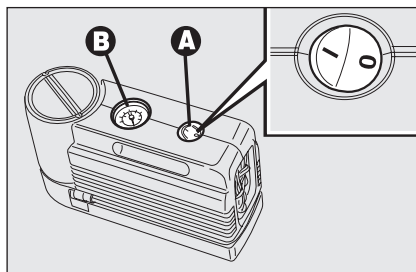
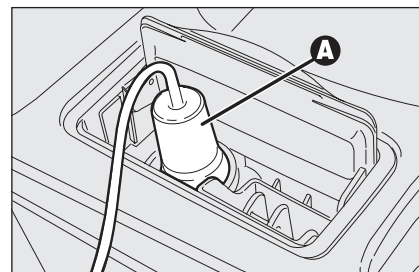

fig. 16
fig. 17
- ❑ s'assurer que l'interrupteur **A-fig. 16** du compresseur est en position **0** (éteint), démarrer le moteur, insérer la fiche **A-fig. 17** dans la prise de courant/allume-cigares sur le tunnel avant et actionner ensuite le compresseur en déplaçant l'interrupteur **A-fig. 16** en position **I** (allumé);
- ❑ gonfler le pneu à la valeur indiquée au paragraphe "Roues" au chapitre "Caractéristiques techniques". Pour une lecture plus précise, il est conseillé de vérifier la valeur de la pression sur le manomètre **B-fig. 16** le compresseur éteint;